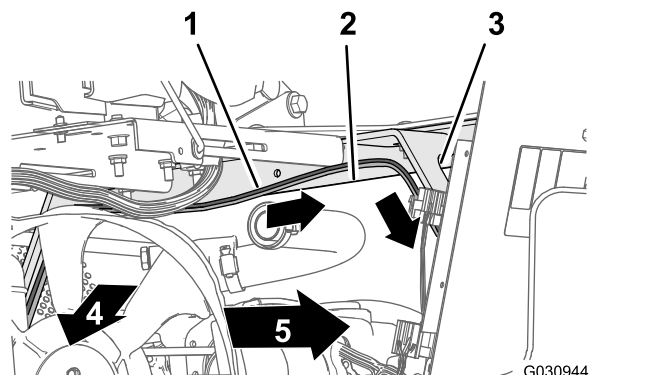

图137
- 让 165cm 线束支管穿过座椅箱边角向下沿着发动机挡板左支撑架摆放图137。